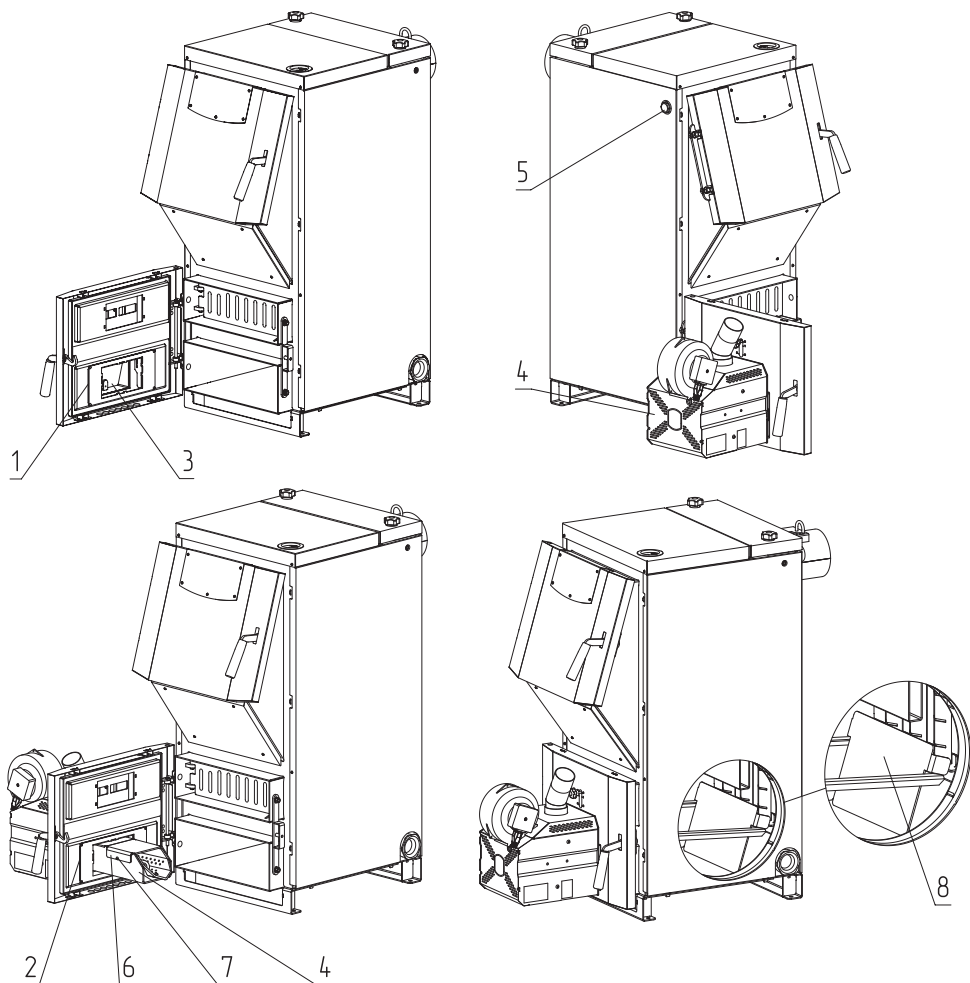

Рис. 15 Порядок установки горелки ZOTA «FOX» на твердотопливные котлы ZOTA Bulat 18, 23, 28, 35, 45
- Выкрутите две гайки М8 (**Рис. 15, поз. 1**);
- Снимите поддувало (**Рис. 15, поз. 3**);
- Снимите с горелки отбойник (**Рис. 15, поз. 6**), выкрутив винты (**Рис. 15, поз. 7**);
- Установите горелку (**Рис. 15, поз. 4**) на котел, как показано на **Рис. 15**;
- Зафиксируйте горелку двумя гайками М8 (**Рис. 15, поз. 1**);
- Установите отбойник топки Zota Bulat (**Рис. 15, поз. 8**) в котел, как показано на **Рис. 15**. Отбойник топки (**Рис. 15, поз. 8**) выполняет защитные функции и в процессе эксплуатации из-за воздействия на него высоких температур может изнашиваться, поэтому он является расходным материалом и гарантия на него не распространяется;
- Для установки гильзы под датчики температуры и перегрева снимите пробку или тягорегулятор (если установлен) и установите гильзу (**Рис. 15, поз. 5**) в освободившееся отверстие.
Внимание! Запрещается эксплуатация пеллетной горелки ZOTA «Fox» без установленного отбойника топки Zota Bulat (**Рис. 15, поз. 8**). Отсутствие отбойника топки Zota Bulat при использовании пеллетной горелки приводит к прогару водонехохлаждаемых поверхностей. В случае нарушений условий эксплуатации, рекламации не принимаются.